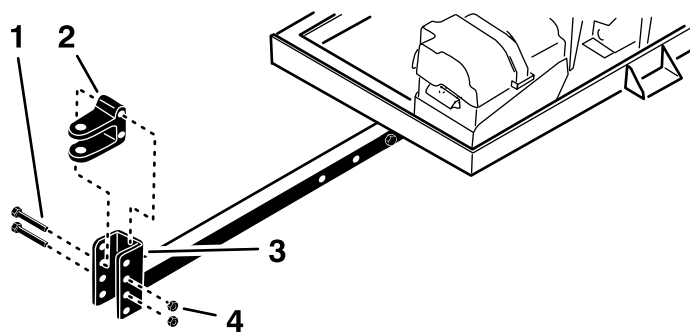

Рисунок 5
3. Отверните 2 болта и 2 контргайки, которые крепят вилку сцепного устройства (Рисунок 5) к трубе сцепного устройства.
5. Подсоедините вилку сцепного устройства к трубе сцепного устройства с помощью 2 болтов и 2 контргайк (Рисунок 5).